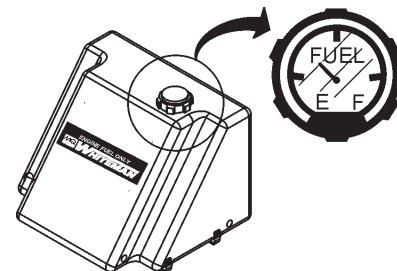

Figura 12. Indicador de combustible
Determine si el nivel de combustible del motor es bajo (Figura 12). Si el nivel de combustible es bajo, quite la tapa de llenado del combustible y llene de gasolina con un octanaje nominal mínimo de 87.
5. Gire la llave de encendido hacia la derecha a la posición de **ENCENDIDO**. Las luces indicadoras Aux 1, Aux 2, Temp del refrigerante y aceite se encenderán durante 10 segundos (Figura 12). La luz indicadora de carga seguirá encendida hasta que arranque el motor.